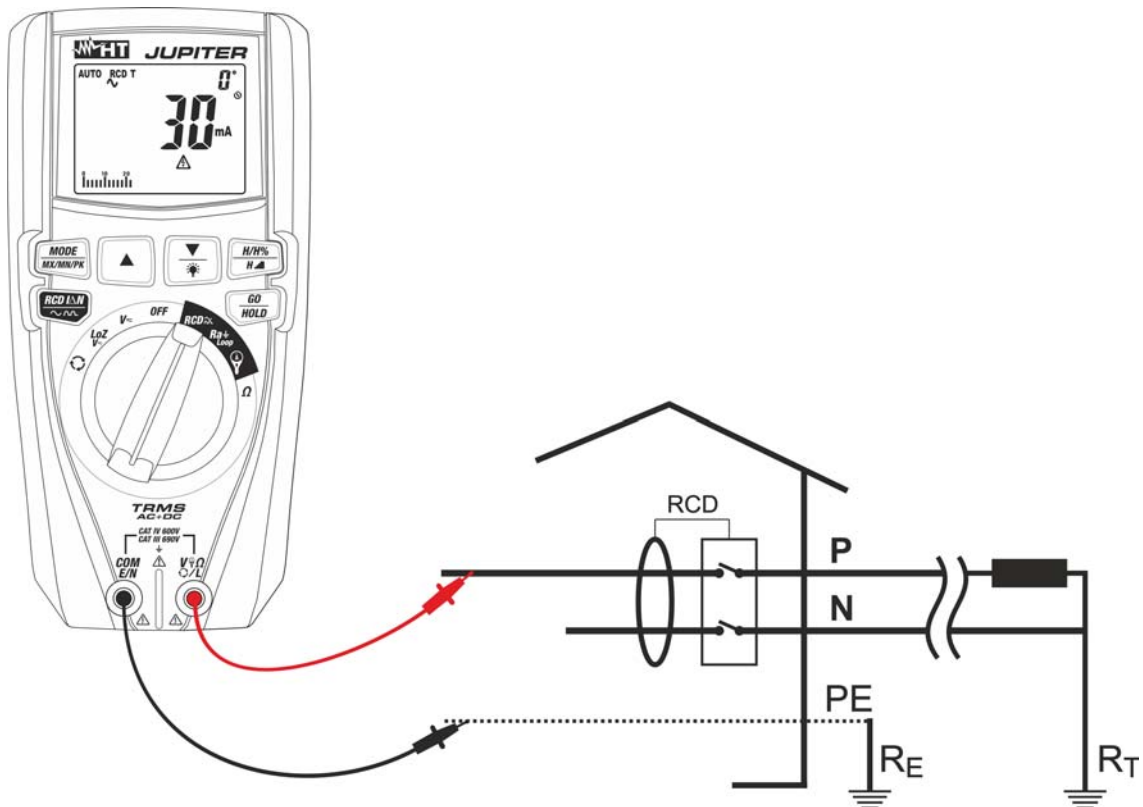
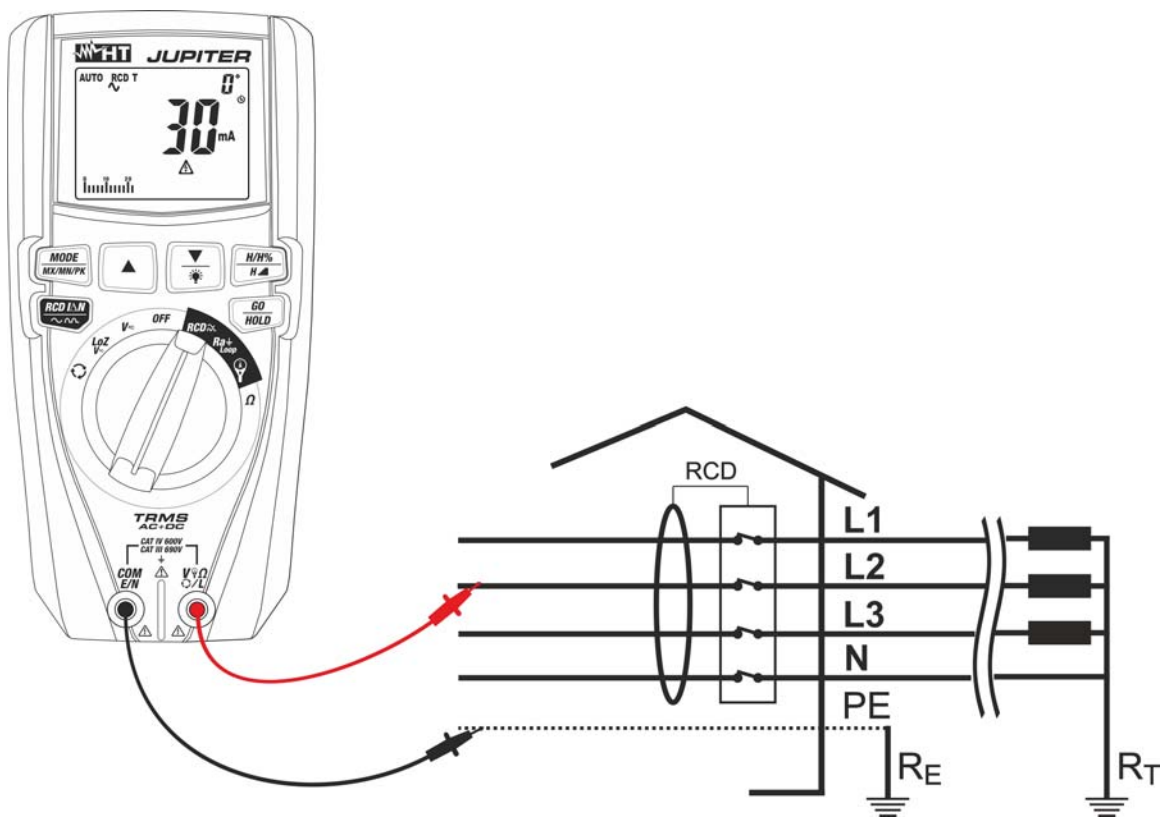

Abb. 30: RCD Messungen in einphasigen Systemen mit Messleitungen
Abb. 31: RCD Messungen in dreiphasigen Systemen mit Messleitungen
7. Falls Messleitungen benutzt werden, verbinden Sie den roten Leiter mit der Eingangsbuchse **V L** und den schwarzen Leiter mit der Eingangsbuchse **COM/E/N**, und verbinden Sie das Gerät mit dem zu messenden Kreis (siehe Abb. 30 oder Abb. 31). Die Anwesenheit der Spannung Phase-Erde wird im Bargraph angezeigt.